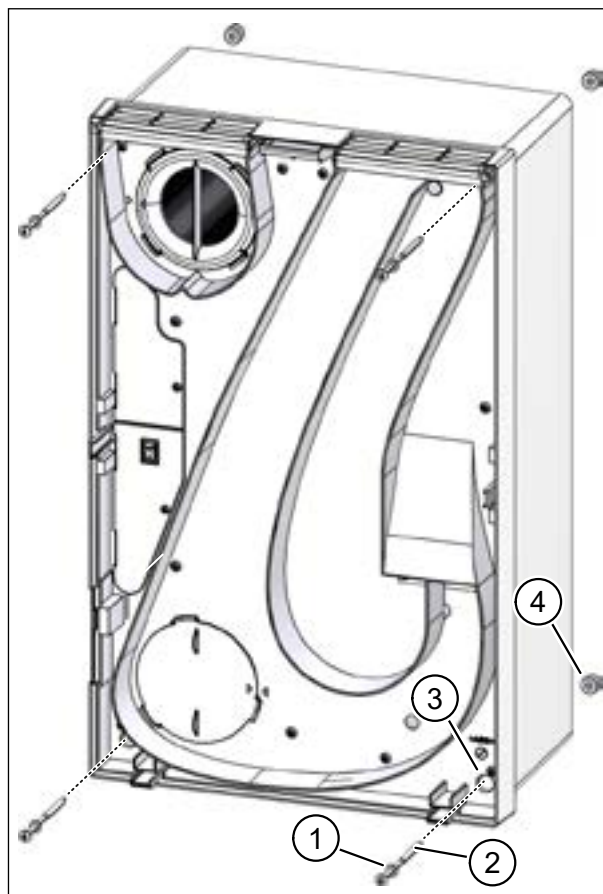

Рис. 33: вставить крепежные винты
- ▶ Насадите подкладные шайбы (поз. 1 на рис. 33) на крестовые винты (поз. 2 на рис. 33) и вставьте их в отверстия в корпусе (поз. 3 на рис. 33).
- ▶ Прикрутите центровые шаблоны (поз. 4 на рис. 33) на обратную сторону четырех винтов таким образом, чтобы конец винта прим. на 10 мм выступал над центровым шаблоном.